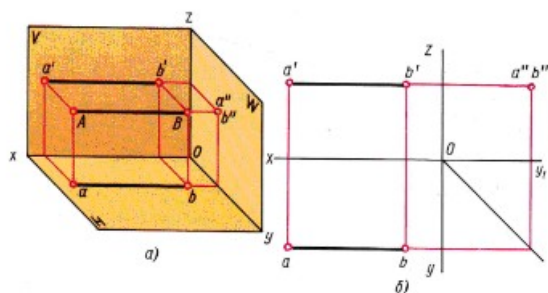

Рисунок 7
3. Прямая, перпендикулярная плоскости W, называется профильно-проецирующей прямой (рис. 7) и обладает следующими свойствами: